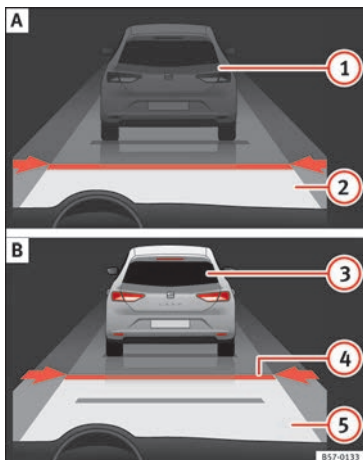
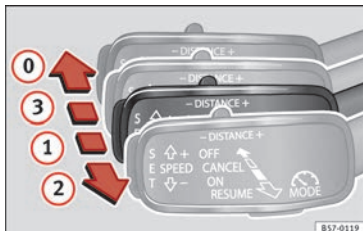

Fig. 195 Sul display del quadro strumenti: (A) ACC inattivo (Standby). (B) ACC attivo.
Fig. 197 A sinistra del piantone dello sterzo: terza leva per utilizzare il sistema di regolazione automatica della velocità.
Indicazione sul display » **fig. 195:**
» **fig. 195.**
ne **2** » **fig. 197** o premere il tasto **SET** rispettivamente.
La velocità programmata può essere modificata con il veicolo sia fermo che in marcia, a seconda della preferenza. Qualsiasi modifica della velocità programmata verrà visualizzata nella parte inferiore sinistra del display del quadro strumenti » **fig. 195.**
• Per attivare l'ACC, con la terza leva situata in posizione ①, occorre premere il tasto **SET** o collocare la terza leva dell'ACC in posizione ② » **fig. 197**. In questo momento, l'immagine dell'ACC sul display del quadro strumenti passerà alla modalità *Attiva* » **fig. 195**.
Per scollegare l'ACC, collocare la leva in posizione ③ » **fig. 197** fino all'arresto. In questo momento compare il testo **ACC disattivato** e la funzione è completamente disattivata.
Se non si desidera scollegare l'ACC, ma solo disattivarlo temporaneamente (Standby), collocare la terza leva in posizione ③ » **fig. 197** o premere il pedale del freno.